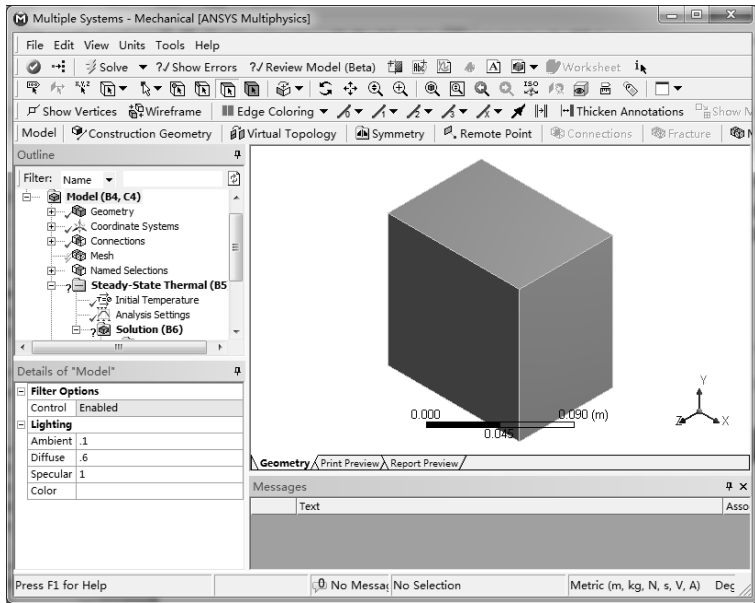

图 11-79 Mechanical 用户界面
- 1) 双击【Project Schematic (项目管理区)】中项目 B 的 B4 栏的【Model】项，进入 Mechanical 界面。在该界面下可进行网格划分、分析设置、结果观察等，如图 11-79 所示。